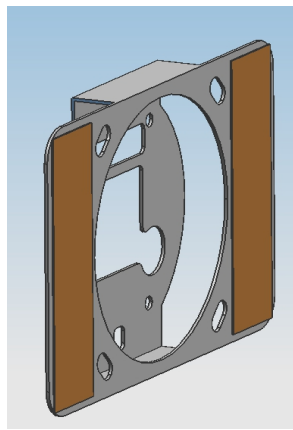

图 1
1、将设备配套用的背胶粘于安装支架两侧位置，如图 1 所示；为增加牢固性，可使用助粘剂先擦拭支架粘贴处再将背胶粘于支架上；